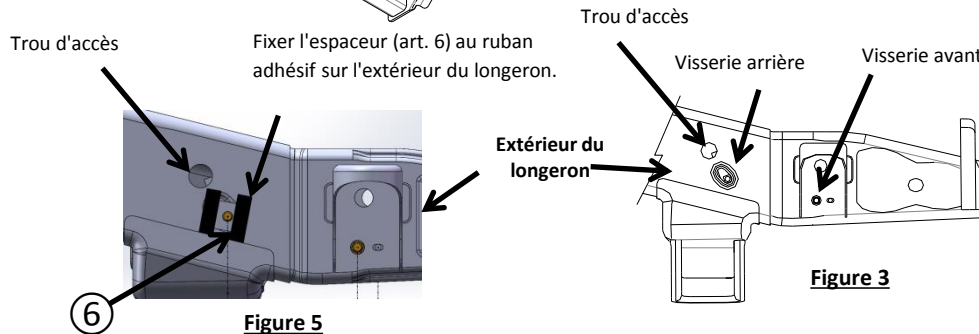

Figure 5
- Fixer l'espaceur (art. 6) au ruban adhésif sur le point de fixation arrière. Voir la Figure 5. Repousser ensuite toutes les fixations dans le longeron en laissant le fil de tirage attaché et dépassant. Voir la Figure 4.
4. Fixer l'espaceur (art. 6) au ruban adhésif sur le point de fixation arrière. Voir la Figure 5. Repousser ensuite toutes les fixations dans le longeron en laissant le fil de tirage attaché et dépassant. Voir la Figure 4.